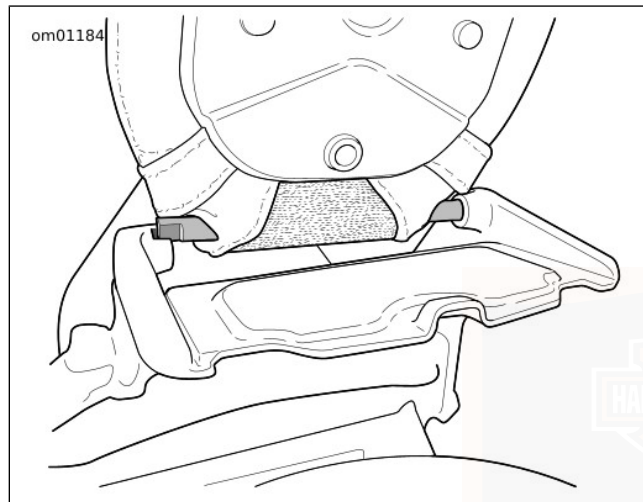

Figure 73. Insérer les goupilles dans le support de siège du passager : modèles FXWC
7. Voir Figure 73. Lorsque le siège de passager est approximativement vertical, la clavette plate de gauche peut être placée dans son support de pivot sur le support du siège.